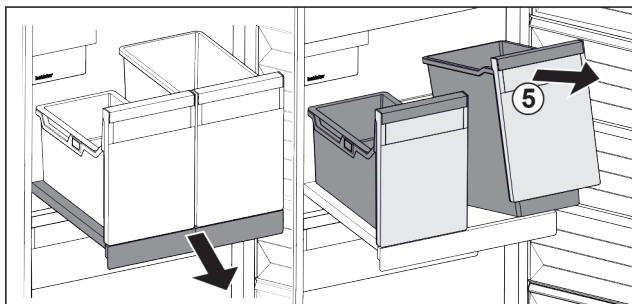

Fig. 169
- ▶ Nádobu Fig. 169 (5) vpředu nadzvedněte.